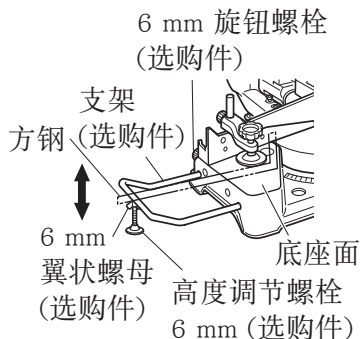

图 19
- (1) 如图 19 所示，使用方钢来对齐支架的上缘与底座面。松开 6 mm 翼状螺母。旋转高度调节螺栓 6 mm，并调节支架的高度。
- (2) 调节后，旋紧翼状螺母并用 6 mm 旋钮螺栓（选购件）固定支架。如高度调节螺栓 6 mm 的长度不足，则在其下方放置一块薄板。高度调节螺栓 6 mm 的末端不得从支架中突出。